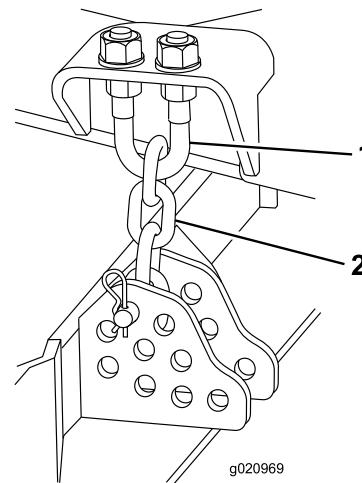

Figura 102
- Desaperte as porcas de retenção na zona superior ou inferior da cavilha em U da correia da altura de corte (Figura 102).